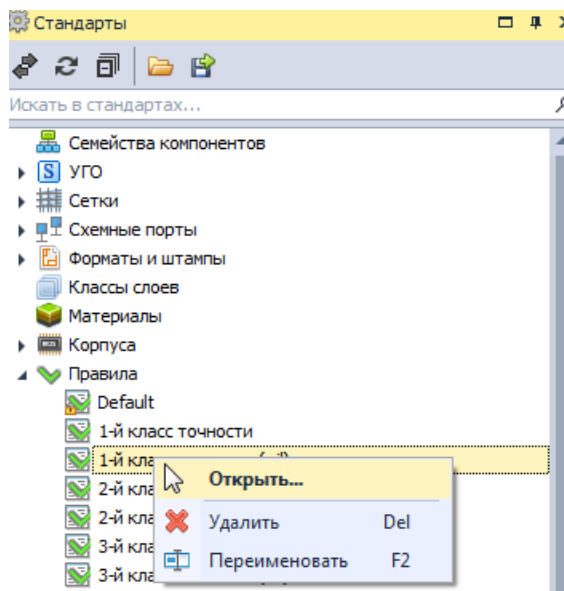

Рис. 97 Вызов редактора правил
- Вызовите контекстное меню и выберите пункт «Открыть...» или дважды кликните по выбранному шаблону, Рис. 97.